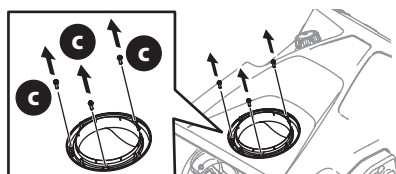

Figure 7
2. Retirez les boulons (c) de la base de la goulotte (Figure 7).
- Retirez les boulons (c) de la base de la goulotte (Figure 7).